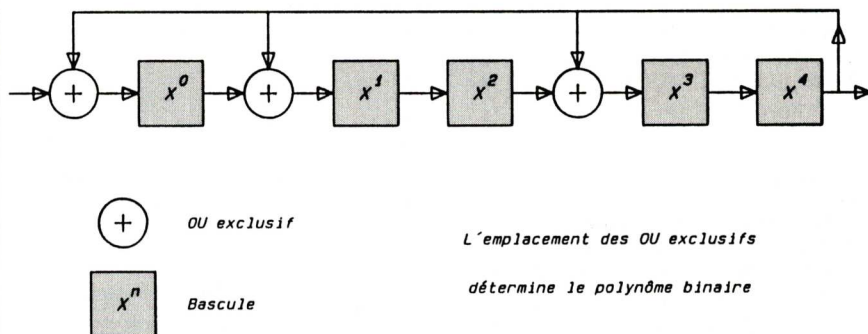

Fig. 5 : Registre LFSD
• **LFSD (Linear Feedback Shift Register)** - Figure 5 - Le registre LFSD est un simple registre rebouclé. Il est utilisé dans deux fonctions différentes.